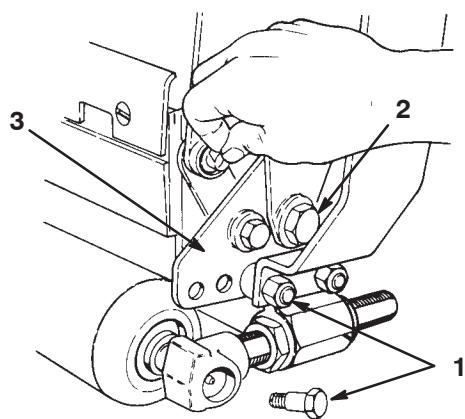

Figure 25
- Retirez les boulons, les bagues et les entretoises à chaque extrémité de l'ensemble barre d'appui/contre-lame puis déposez l'ensemble barre d'appui/contre-lame (Fig. 25).